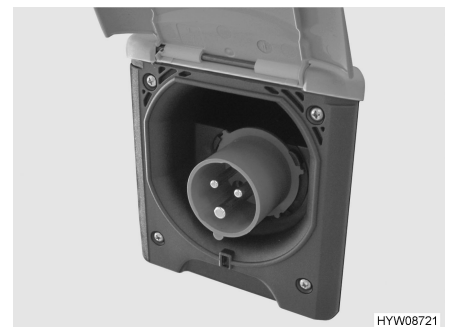

Fig. 48 Raccordement 230 V sur le véhicule
- Ouvrir le recouvrement du raccordement 230 V sur le véhicule (Fig. 48) et brancher le connecteur à fiche. Veiller à ce que le tenon d'enclenchement du couvercle rabattable tendu par un ressort soit enclenché.